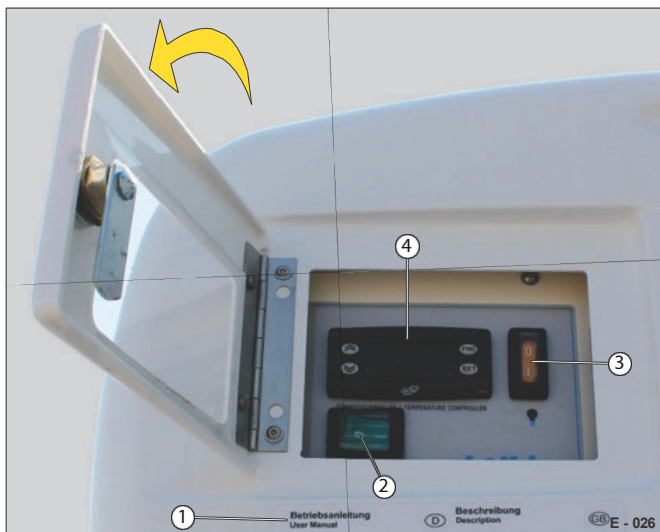

Fig. 26 Betjening af køleenheden
- Tænd for den grønne hovedafbryder (Fig. 26/2).
Følg hurtigguiden (fig. 26/1) på køleenheden.
- Tænd om nødvendigt lyset i overbygningen med den orange kontakt (Fig. 26/3).